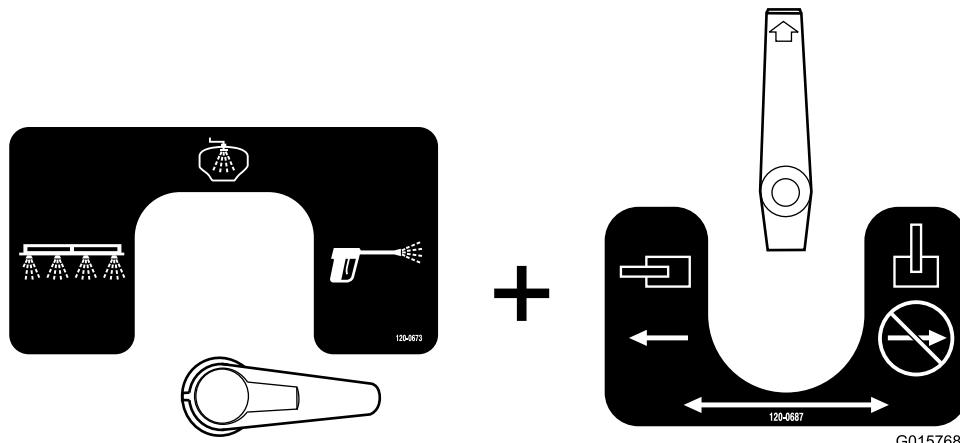

図 35
- 以下はスプレーガンすすぎ用の設定です（図 35）。この設定では、ハンドスプレーガンからすすぎ水が散布されます。